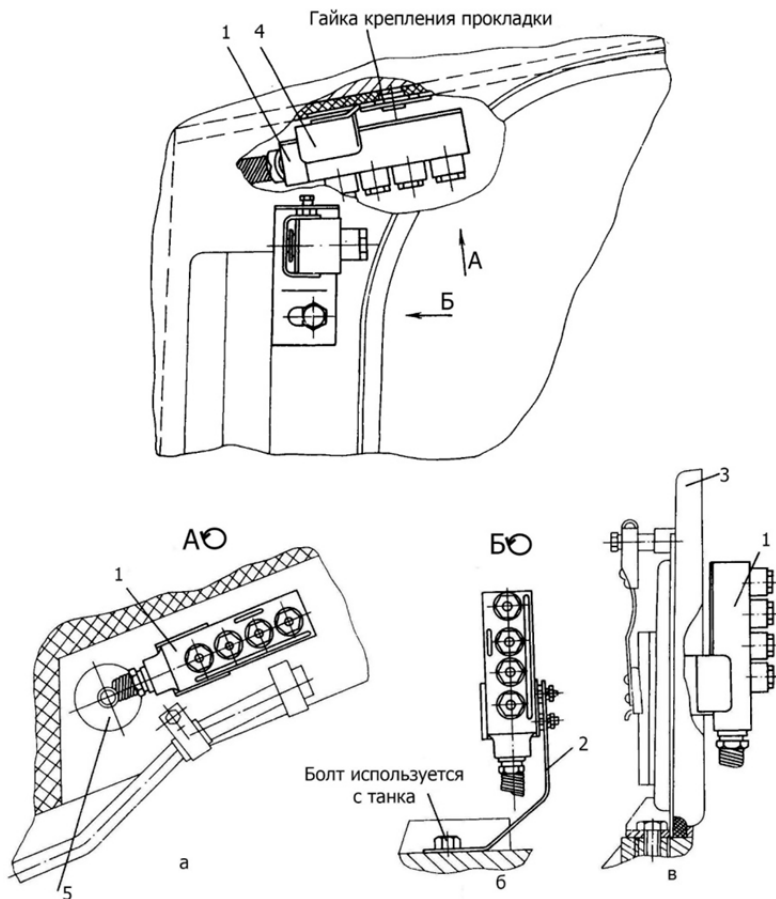

Рис. 1.3. Выносной пульт:
- установить выносной пульт (рис. 1.3) сигнальных ламп на щиток защитного колпака.